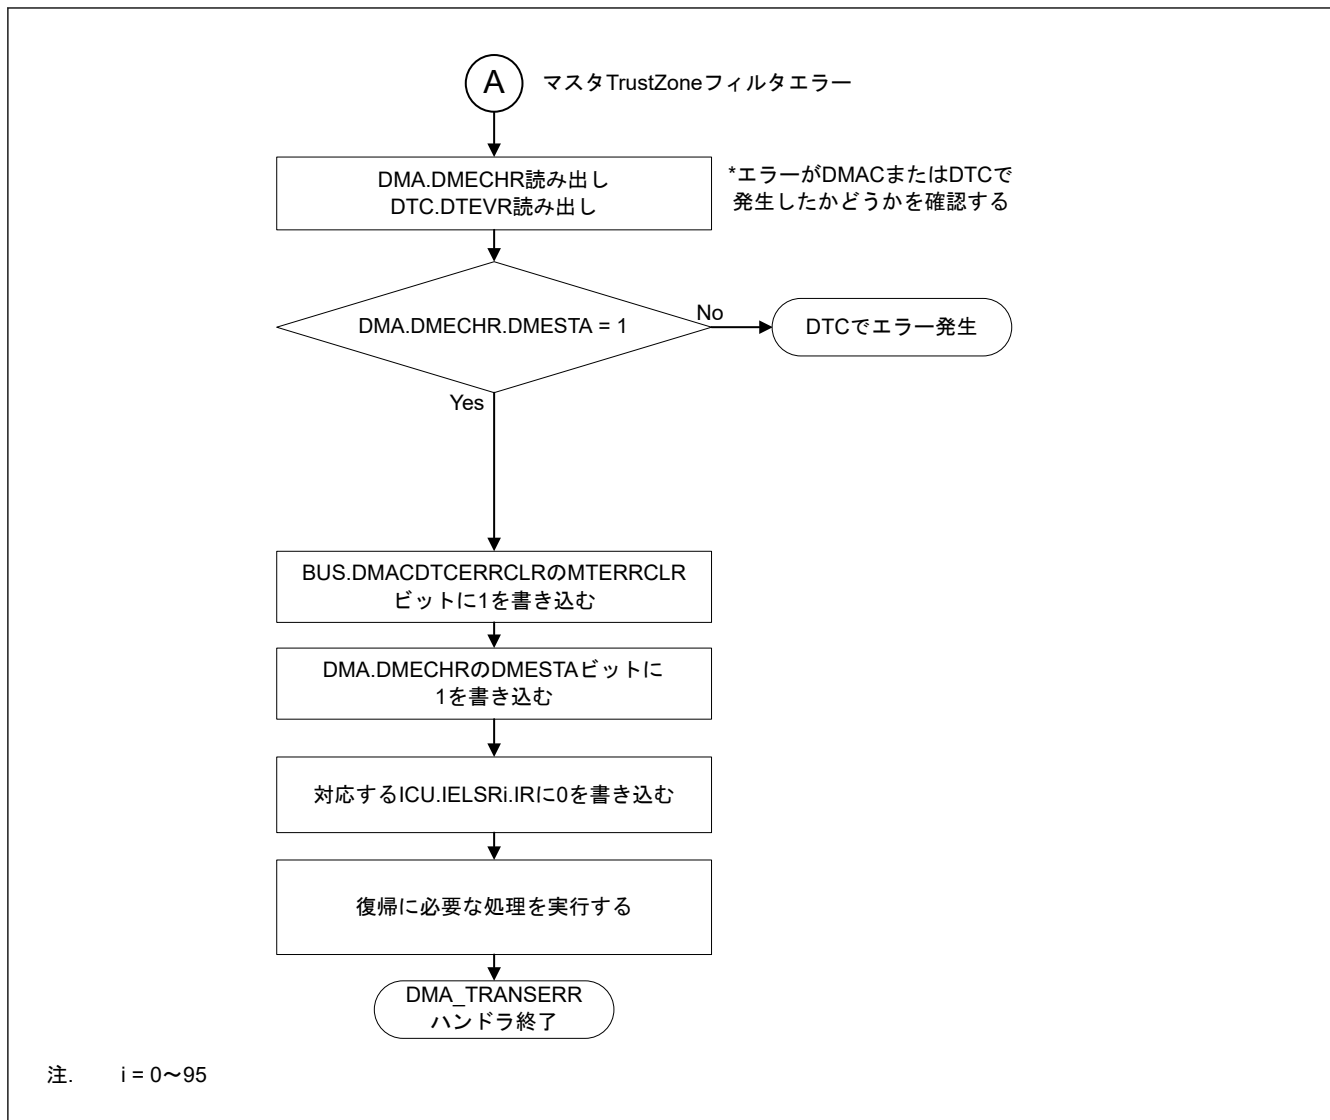

図 15.28 マスタ TrustZone フィルタエラーの DMA_TRANSERR ハンドラにおける処理
- 図 15.28 に DMAC のマスタ TrustZone フィルタエラーが発生したチャンネルを確認するフローを示します。